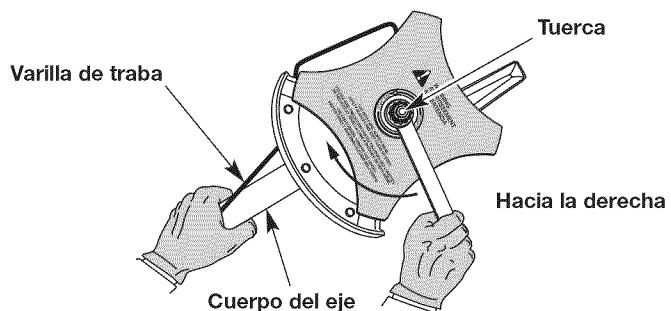

Fig. 17
2. Sostenga firmemente la varilla de traba contra el cuerpo del eje (Fig. 17).
3. Mientras sujetá la varilla de traba en su lugar, afloje la tuerca girándola hacia la derecha con una llave de boca cerrada o de cubo de 5/8 de pulgada (Fig. 17).
- Sostenga firmemente la varilla de traba contra el cuerpo del eje (Fig. 17).